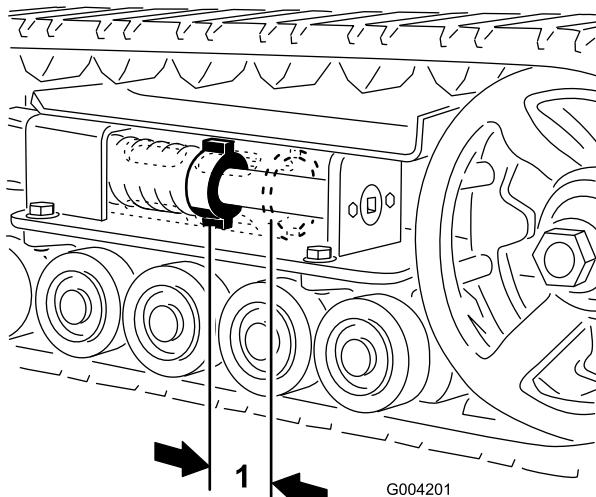
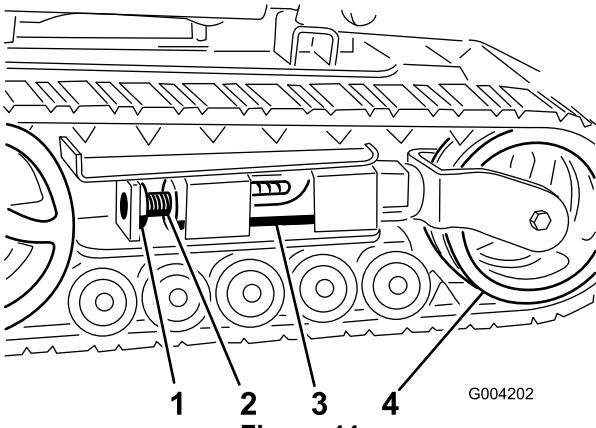
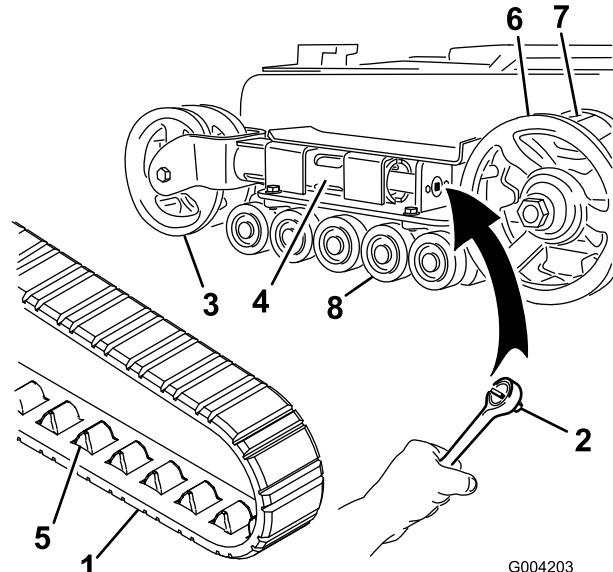
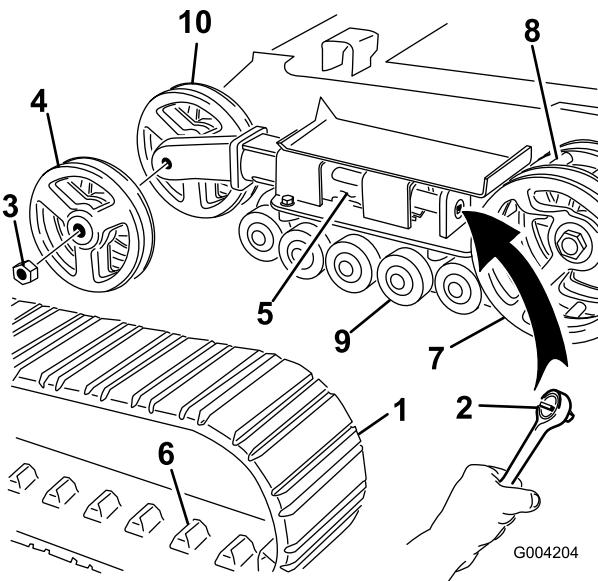

Figure 43
Figure 44
Figure 45
Figure 46
L'écrou de tension et l'arrière du tube de tension doivent être distants de 7 cm (2-3/4 po) (Figure 43). Si ce n'est pas le cas, réglez la tension des chenilles comme suit :
3. Enlevez le boulon et l'écrou de blocage (Figure 44).
4. A l'aide d'un entraînement carré de 1/2 po (Figure 45), tournez la vis de tension dans le sens anti-horaire jusqu'à obtention d'un écartement de 7 cm (2-3/4 po) entre l'écrou de tension et l'arrière du tube de tension (Figure 43).
5. Alignez l'encoche la plus proche dans la vis de tension avec le trou du boulon de blocage et fixez la vis avec le boulon et l'écrou de blocage (Figure 44).
4. A l'aide d'un entraînement carré de 1/2 po, tournez la vis de tension dans le sens horaire pour détendre la transmission (Figure 44 et Figure 45).
5. Poussez la roue de tension vers l'arrière de la machine pour appuyer le tube de fourche contre le châssis (Figure 45). (S'il ne touche pas le châssis, continuez de tourner la vis de tension jusqu'à ce qu'il le touche).
7. Lorsque la chenille est déchaussée, retirez-la du barbotin et des galets de roulement (Figure 45).
8. Pour installer la chenille neuve, commencez par l'enrouler autour du barbotin, en veillant à ce que les crampons s'engagent correctement entre les entretoises du barbotin (Figure 45).
9. Poussez la chenille sous et entre les galets de roulement (Figure 45).
11. Tournez la vis de tension dans le sens anti-horaire, de manière à obtenir un écartement de 7 cm (2-3/4 po) entre l'écrou de tension et l'arrière du tube de fourche (Figure 43).
4. A l'aide d'un entraînement carré de 1/2 po, tournez la vis de tension dans le sens horaire pour détendre la transmission (Figure 44 et Figure 46).
5. Poussez la roue de tension vers l'arrière de la machine pour appuyer le tube de tension contre le châssis (Figure 46). (S'il ne touche pas le châssis, continuez de tourner la vis de tension jusqu'à ce qu'il le touche).
6. Retirez l'écrou de fixation de la roue de tension extérieure et déposez la roue (Figure 46).
7. Déposez la chenille (Figure 46).
8. Retirez l'écrou de fixation de la roue de tension intérieure et déposez la roue (Figure 46).
12. Posez la roue de tension intérieure et fixez-la avec l'écrou retiré précédemment (Figure 46).
14. Posez la chenille neuve en prenant soin que les crampons s'engagent entre les entretoises au centre du barbotin (Figure 46).
15. Posez la roue de tension extérieure et fixez-la avec l'écrou retiré précédemment (Figure 46).
17. Tournez la vis de tension dans le sens anti-horaire, de manière à obtenir un écartement de 7 cm (2-3/4 po.) entre l'écrou de tension et l'arrière du tube de tension (Figure 43).